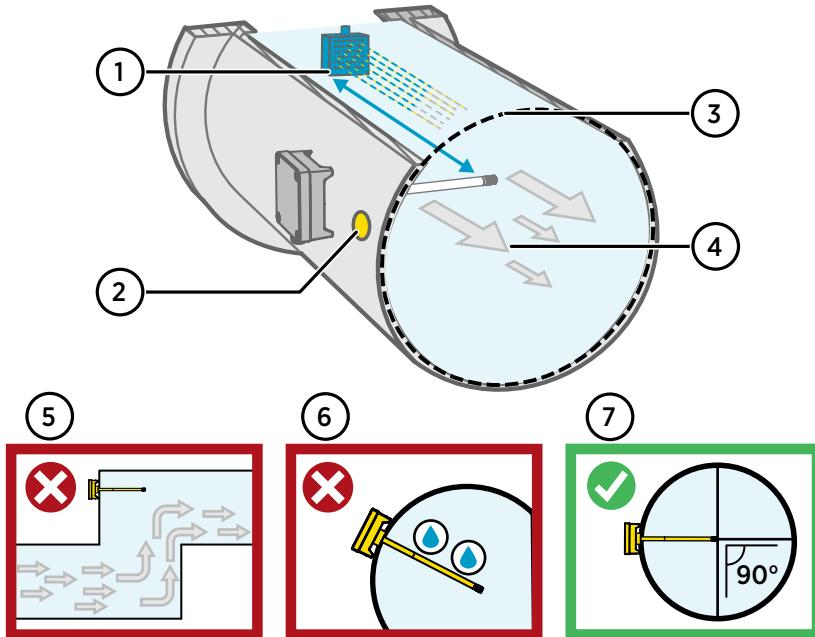

Abbildung 15 Übersicht zur Leitungsmontage
- 4. Optional: Bohren Sie ein zweites Loch für Referenzmessungen ca. 30 cm von der Einbaubohrung des Messwertgebers entfernt. Siehe Abbildung 15 \(Seite 26\).